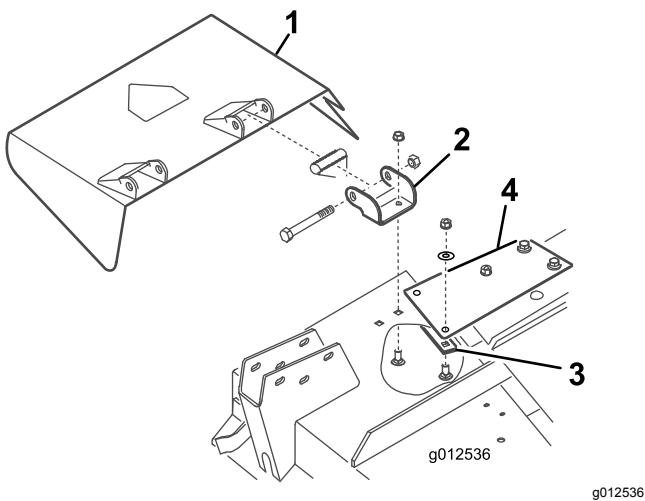

図7
1. デフレクタマウントをピボットブラケットに固定しているボルト本、ロックナット、スプリングを外す(図7)。デフレクタを取り外す。
2. ピボットブラケットをハウジングに固定しているキャリッジボルトとフランジナットを外す図7。ピボットブラケットを取り外す。外したボルト類は将来に備えて保管する。
3. 補強プレートをハウジング下側に、また、スティフナプレートをハウジング上部に固定しているキャリッジボルト2本、平ワッシャ、ロックナットを外す図7。